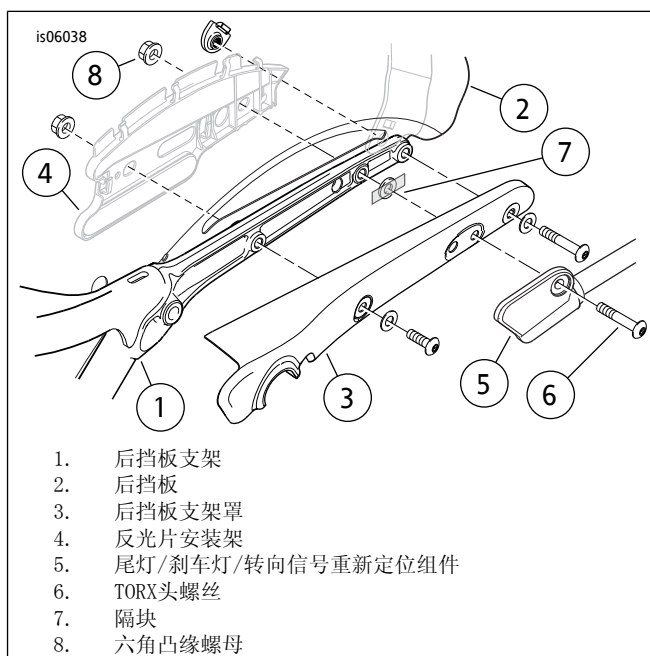

图4。后挡板组件
6. 参见图4。取出之前拆下的后挡板支架罩（3）、之前部分组装的STT重新定位组件（5），并从套件中取出两个5/16-18 TORX®半圆头螺丝（6）、隔块（7）和六角凸缘螺母（8）。